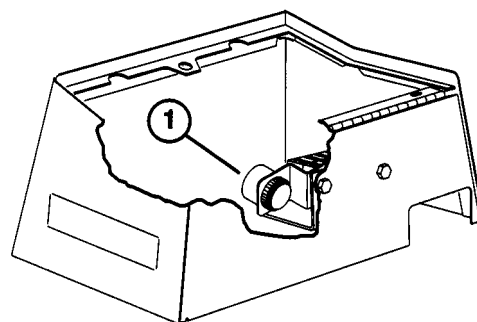

Fig. 22
- Drej tændingsnøglen til TILSLUTTET (ON) for at starte systemet. Systemet genindstilles automatisk, når tændingsnøglen drejes til AFBRUDT (OFF). Vent 5 sekunder og sæt så nøglen på TILSLUTTET (ON) for at starte systemet igen.
- Når maskinen startes, giver alarmen (fig. 22) 1 kort bip for at angive, at alt virker rigtigt. Hvis alarmen slet ikke giver nogen lyd fra sig, skal den kontrolleres af en mekaniker.